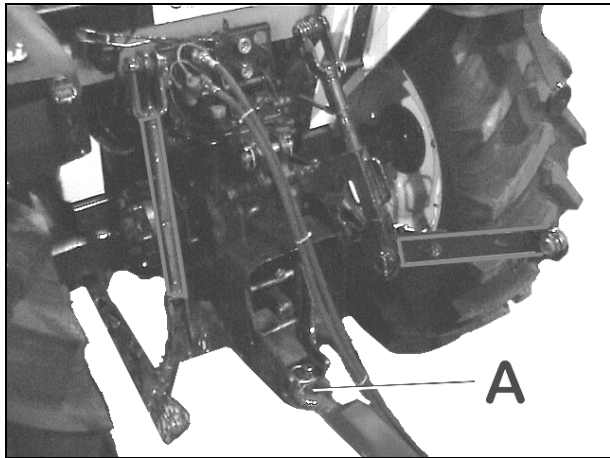

fig.7 – Attelage au tracteur
- Une fois l'anneau (A Fig.7) du timon accrocher au crochet de la remorque, relâcher la béquille et la fixer en position de repos.